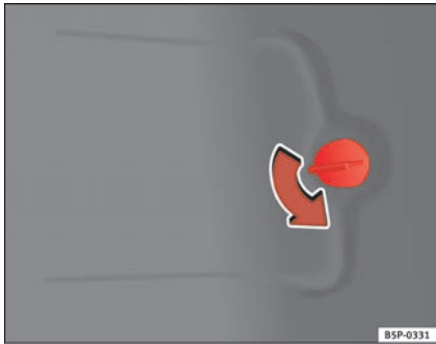

Abb. 193 Rücklichter an der Karosserie
- Öffnen Sie den Deckel am Seitenteil des Gepäckraums ⇒ Abb. 193.